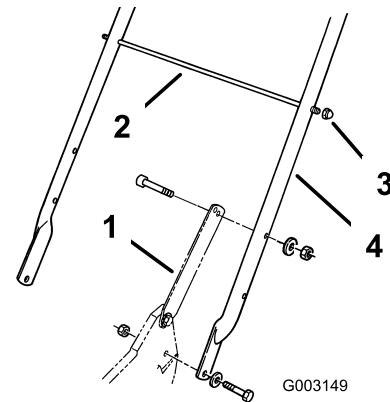

Bild 3
1. Befestigen Sie den Griff mit 2 Schrauben (5/16 x 1-1/4 Zoll), Scheiben und dünnen Sicherungsmuttern (5/16 Zoll) außen am Rasenmähergehäuse (im unteren Loch) (Bild 3).
2. Befestigen Sie die Griffriegel mit 2 Schrauben (5/16 x 1-1/2 Zoll), Scheiben und Sicherungsmuttern (5/16 Zoll) am Griff (Bild 3).
befestigen Sie jede Seite mit einer Sicherungsmutter (Bild 3).